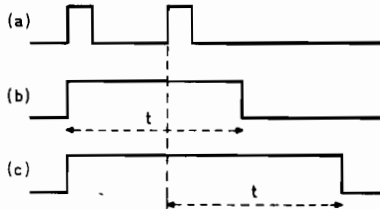

FIGURE 7. — Pour un même signal d'entrée (a), la tension de sortie peut être différente pour un monostable non redéclenchable (b) ou redéclenchable (c).
Le 74121 est de type « non redéclenchable », c'est-à-dire qu'il ignore les signaux de déclenchement reçus pendant sa période quasi stable. La figure 7 résume la différence entre les deux types de monostables. En (1), sont représentés deux signaux d'attaque très rapprochés. En (2), il s'agit du signal de sortie d'un non redéclenchable de période t. La seconde impulsion est ignorée. En (3), le signal de sortie est celui d'un redéclenchable de même période t. Ce monostable a basculé dès l'apparition de la première impulsion. Il tient compte de la seconde de telle